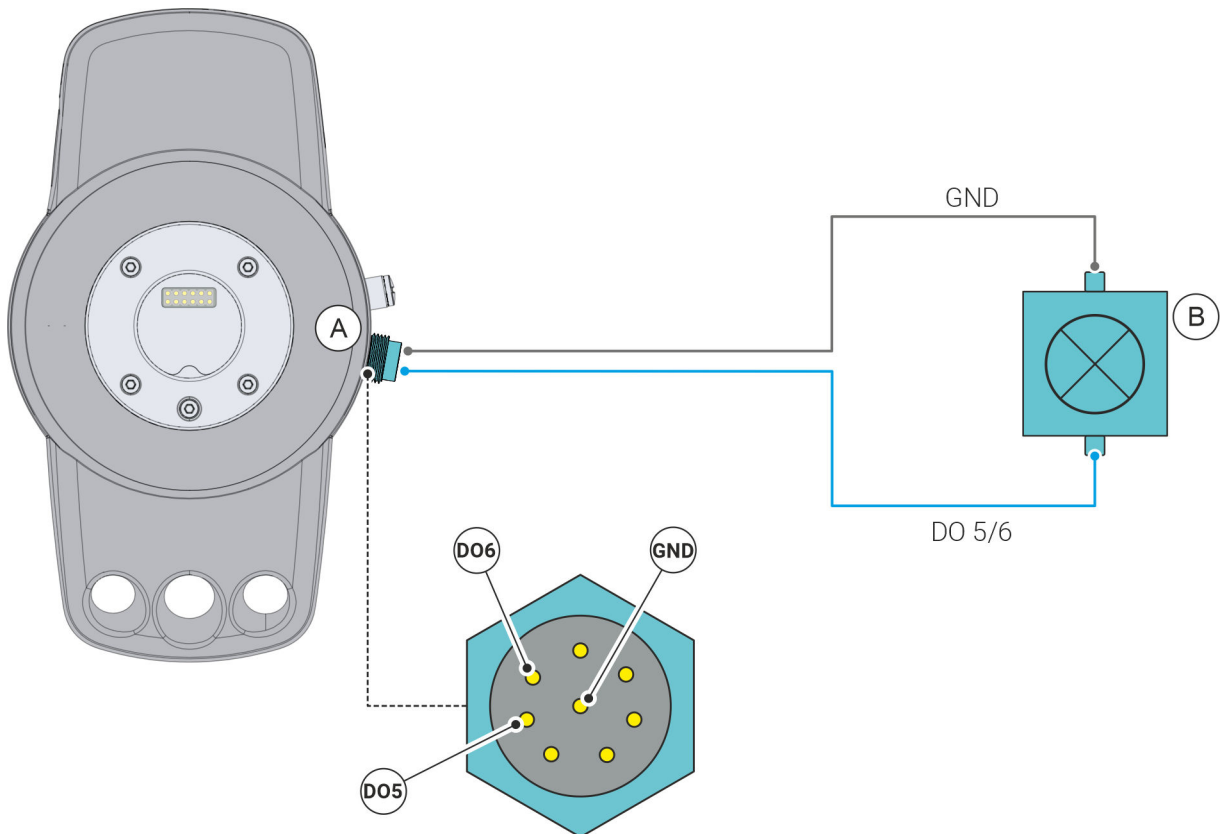

Abb. 64 Signallampe über Digitalausgänge anschließen
01. Signallampe mit dem digitalen Ausgang **DO 5** oder **DO 6** der 8-Pin-Schnittstelle verbinden Abb. 64.
02. Signallampe mit dem Masseanschluss (GND) der 8-Pin-Schnittstelle verbinden Abb. 64.